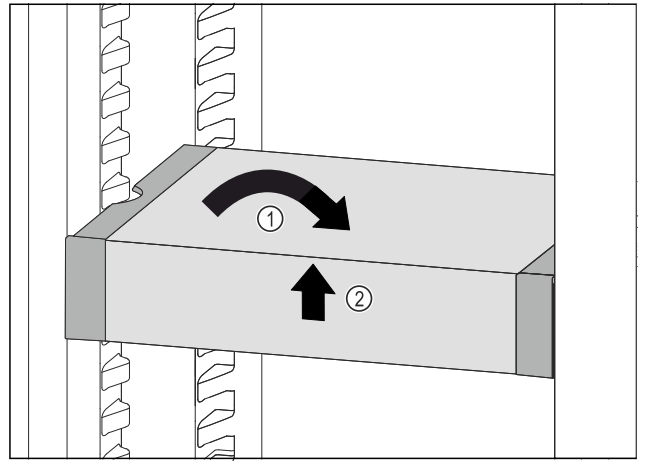

Fig. 123
- ▶ Aseta VarioSafe suoraan. Fig. 123 (1)
- ▶ Nosta VarioSafe-vetolaatikko edestä. Fig. 123 (2)